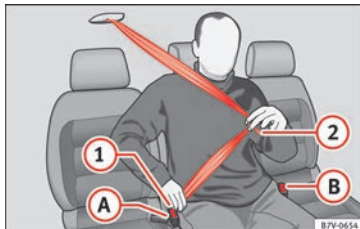

Abb. 89 Sicherheitsgurt am mittleren Sitz in der zweiten Sitzreihe anlegen.
- Gurtband an der Schlosszunge » **Abb. 89**  nach unten ziehen. Den Gurt nicht verdrehen » .
- Gurtband an der Schlosszunge » **Abb. 89**  über den Beckenbereich des Insassen ziehen.
- Rote Taste im Gurtschloss » **Abb. 89**  » .
- Rote Taste im Gurtschloss »» **Abb. 89** **B** drücken. Die Schlosszunge springt heraus.